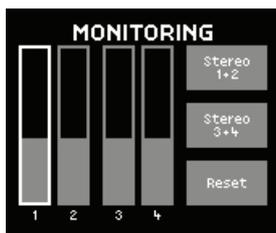
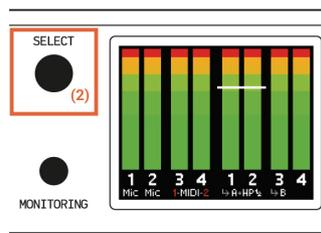
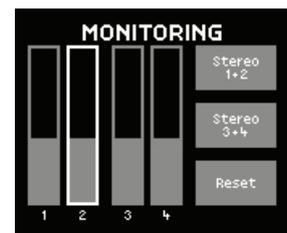
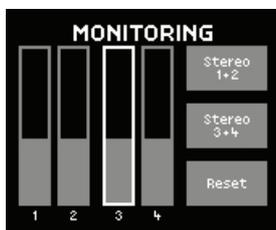

Abb. 10
Abb. 11
Abb. 12
Abb. 13
Diese Ansicht stellt Ihnen die vier Eingangssignalquellen, vorerst noch deaktiviert, als vertikale Balken, ähnlich einem Level-Meter dar. Die darunter befindlichen numerischen Anzeigen repräsentieren hierbei die Eingangskanäle 1 und 2 der beiden MIC/LINE/HI-Z Combo-Eingänge auf der Vorderseite sowie die beiden rückseitigen LINE IN Eingänge 3L, 4R. Außerdem haben Sie noch die Möglichkeit über eine der beiden Anzeigenfelder **Stereo 1+2** und **Stereo 3+4** eines, oder beide dieser Eingangspaare, als Stereo-Eingangsquelle zusammenzufassen. Sollten Sie sich einmal vergaloppiert haben, so können sie über das **Reset** Feld im LCD wieder an den Ursprungsort, also die Default-Einstellung aus Abb. 10, zurückkehren. In dieser Default-Einstellung deutet der weiße Rahmen, der den Kanal 1 optisch hervorhebt, an, dass dieser Kanal bereit ist, um für das Direct Monitoring aktiviert und anschließend in seiner Abhörlautstärke angepasst zu werden.
Durch Drehen des gerasterten SELECT (2) Reglers (Abb. 11) in beide Richtungen, können Sie durch die Eingangskanäle des Amber i4 navigieren, um einen oder mehrere Kanäle anschließend für das Direct Monitoring zu aktivieren. Wenn Sie die Abb. 12 und Abb. 10 vergleichen, wurde die Kanalselektion von Kanal 1 hin zu Kanal 2 durch eine Drehbewegung im Uhrzeigersinn um eine Rasterposition des SELECT-Reglers vollzogen. Würden Sie um jeweils eine Drehbewegung im Uhrzeigersinn weiter navigieren, so würden die Eingangskanäle 3 oder 4 selektiert werden, wie auf den Abb. 13 und 14 unten: